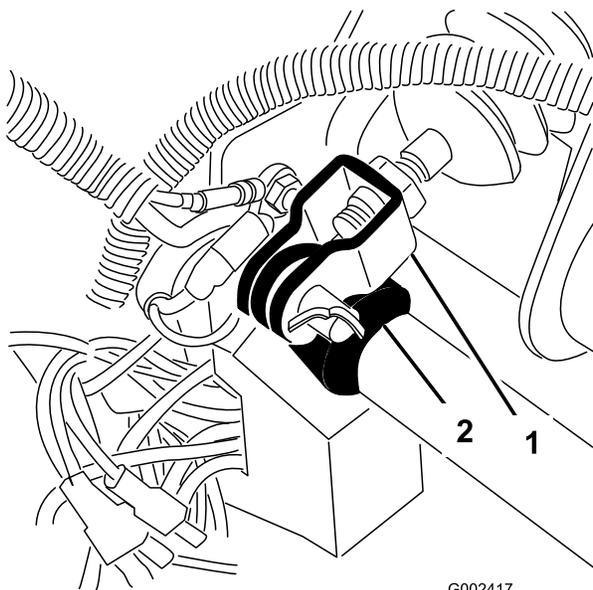

Рисунок 60
1. Снимите шплинт и шплинтуемый штифт, которые крепят вилку главного тормозного цилиндра к оси педали тормоза (Рисунок 60).